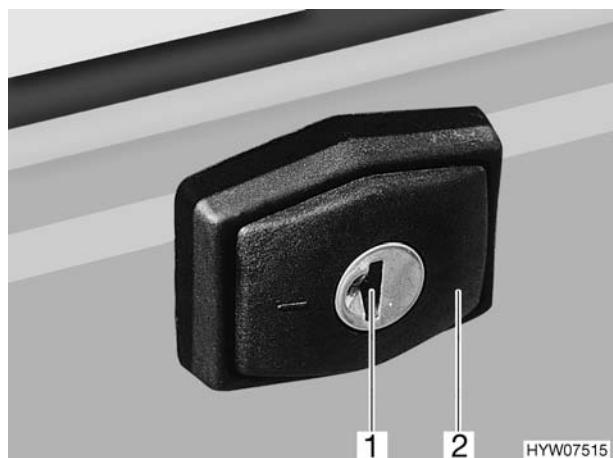

Fig. 15 Serratura dello sportello, chiusa (variante 1)
▷ In caso di pioggia è possibile che dell'acqua penetri nella serratura aperta dello sportello. Chiudere perciò la maniglia della serratura (Fig. 15,2) come illustrato in Fig. 15.
- Inserire la chiave nel cilindro della serratura (Fig. 15,1) e girare in senso antiorario di un quarto di giro. La maniglia della serratura (Fig. 15,2) scatta all'infuori.
- Girare la maniglia della serratura in senso orario (Fig. 15,2) fino in posizione orizzontale. La serratura dello sportello è ora bloccata, ma non è chiusa.
- Inserire la chiave nel cilindro della serratura (Fig. 15,1).